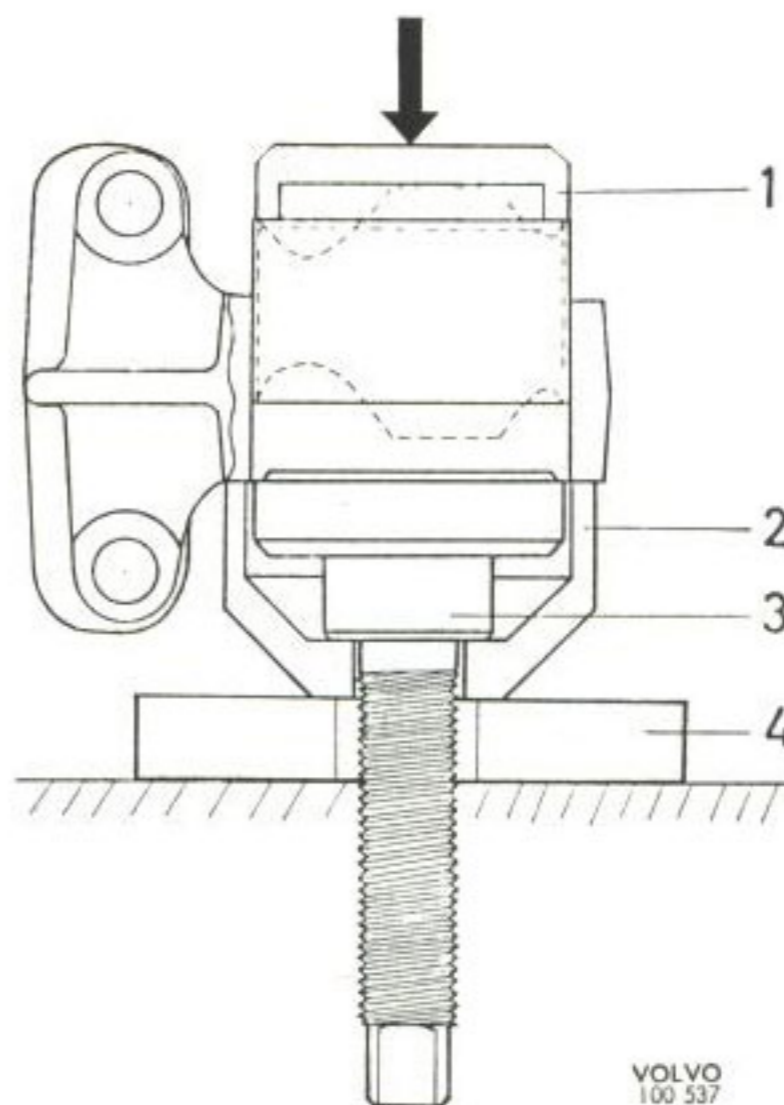
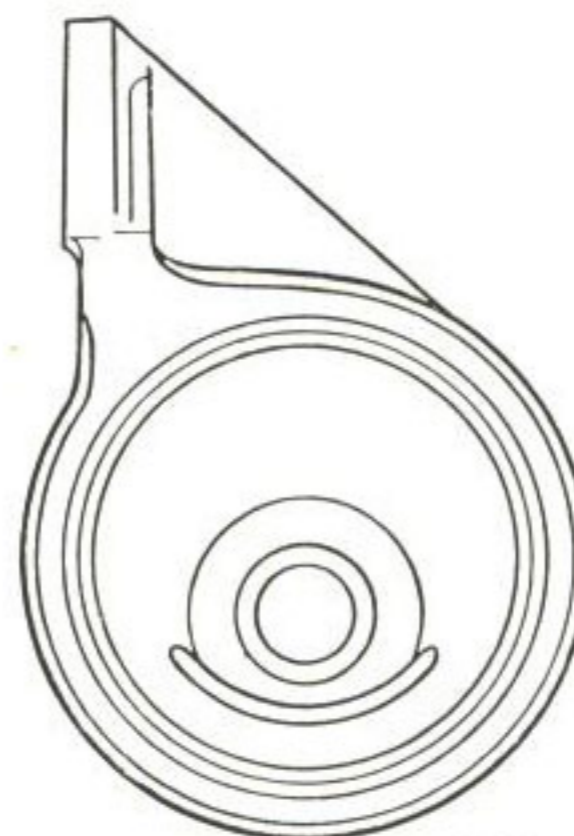

Bild 20. Montering av gummikudde.
Bild 21. Gummikudde, monterad.
3. Vid ipressning av den nya kudden användes hylsan (2 bild 20) och spindeln (3) som underlag. En platta med hål (4), V-block eller dylikt användes för att stödja under plattan. Kudden pressas i med hjälp av plattan (1). Se till att kudden monteras från den fasade sidan av hållaren och att hålet för fästbulten kommer enligt bild 21.